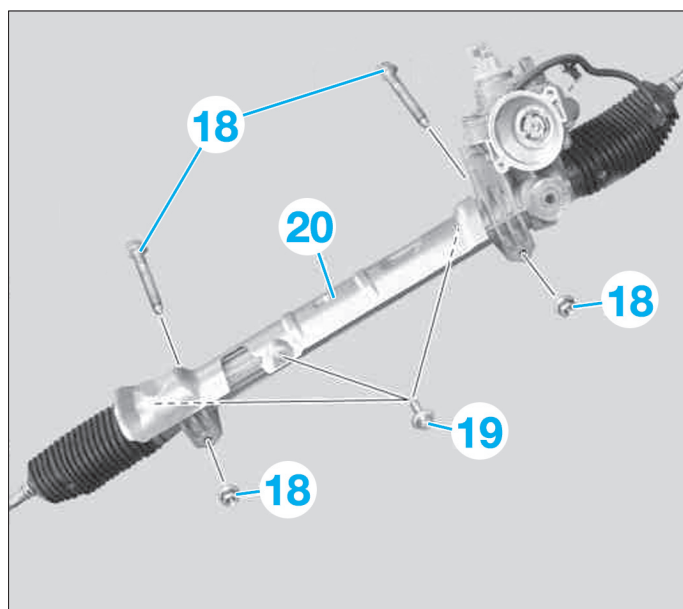

FIG. 20
- Déposer (Fig.20) :
- les fixations (18),
- les vis (19),
- la protection thermique (20).